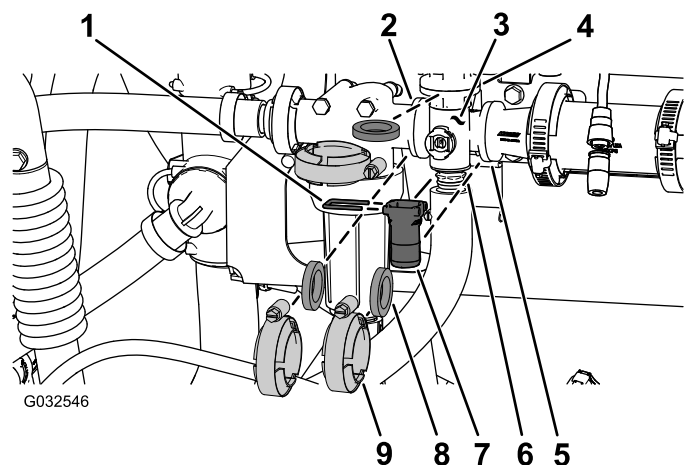

図 102
1. 図 102のように、攪拌バルブののマニホルドを攪拌バイパスバルブ、圧力フィルタヘッド、縮径カップリング、アダプタフィッティング攪拌スロットルバルブに固定しているクランプとガスケットとクイックコネクトピンを外す。